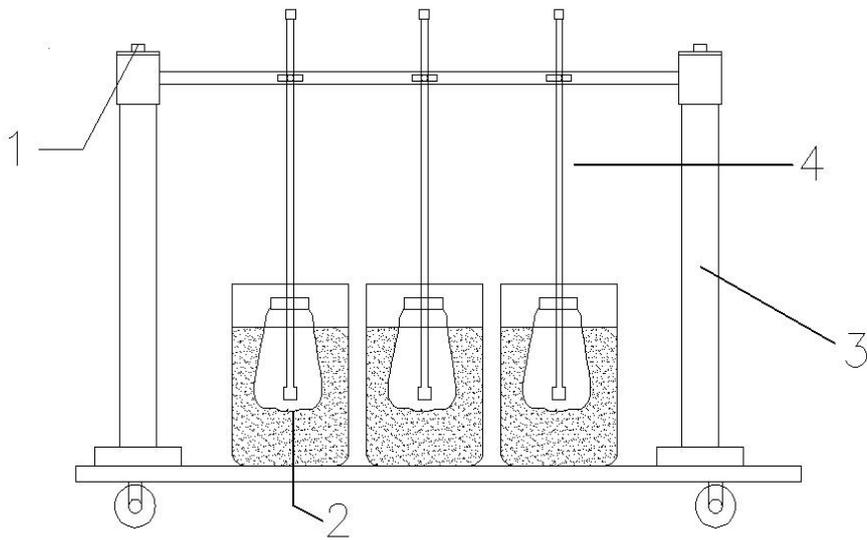

图 1.2 绝缘靴（手套）试验车
试验车各部分结构如图 1.2 所示。
**第一步：**使用前先将高压试验变压器（自备）和试验车上的高压帽进行相连，可参照图 1.2。